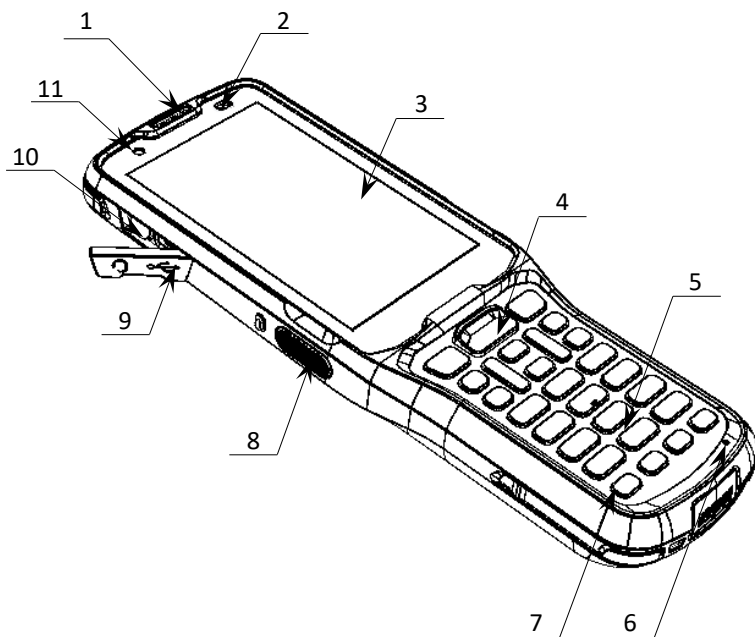

Рисунок 1. Вид сверху/слева
2. Выключить изделие – нажать и удерживать кнопку включения/выключения (см. рисунок 1).